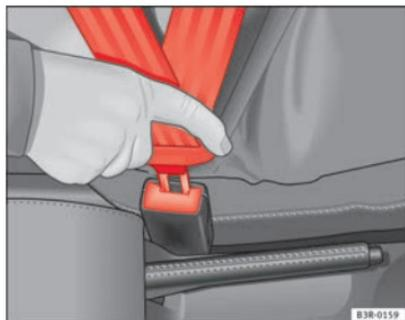

Abb. 13 Gurtschloss und Schloßzunge des Sicherheitsgurtes
- Stecken Sie die Schloßzunge in das zum Sitz gehörende Gurtschloss, bis es hörbar einrastet ⇒ Abb. 13.